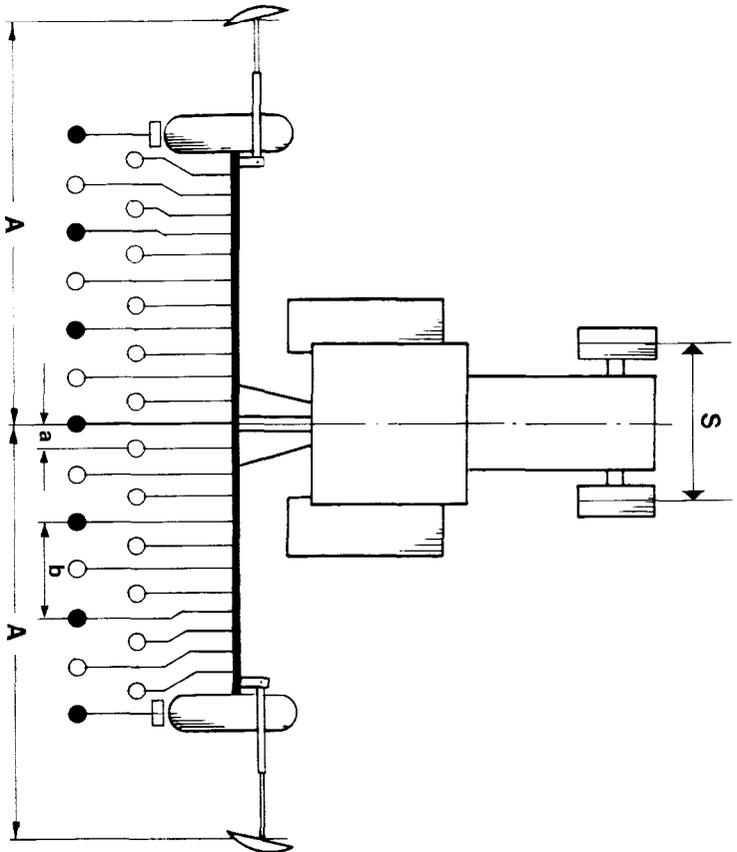

Fig. 99
**Nach Punkt c) und d)** ist das Spuranreißermaß A (Fig. 99) die Länge von der Spuranreißerscheibe zur **Maschinenmitte**.
Das Spuranreißermaß A (Fig. 99), gemessen von den Berührungsflächen am Boden zur Maschinenmitte, beträgt bei den Säemaschinen mit **symmetrischer** Anordnung der Schare:
Nach folgenden Formeln kann das richtige Spuranreißermaß A (Fig. 99) bei **symmetrischer** Anordnung der Schare errechnet werden:
Säen alle in Fig. 99 gezeigten Schare:
Säen nur die in Fig. 99 schwarz gekennzeichneten Schare: